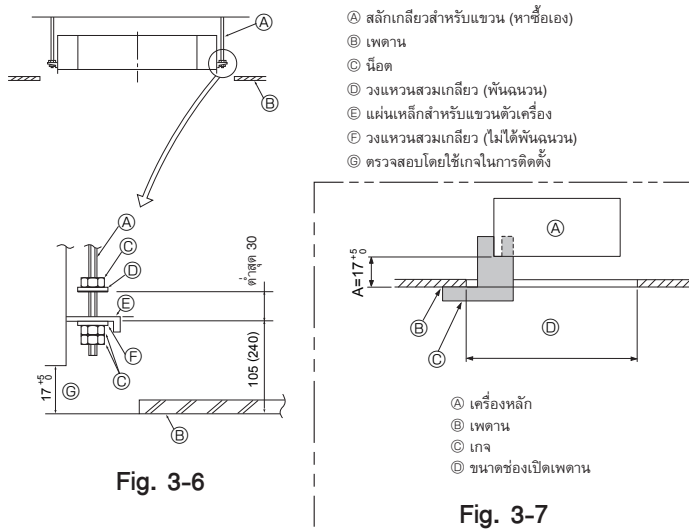

Fig. 3-6
- ① โครงสร้างที่เป็นไม้
- ② โครงสร้างคอนกรีตเสริมเหล็ก
3.6. ขั้นตอนการแขวนตัวเครื่อง (Fig. 3-6)